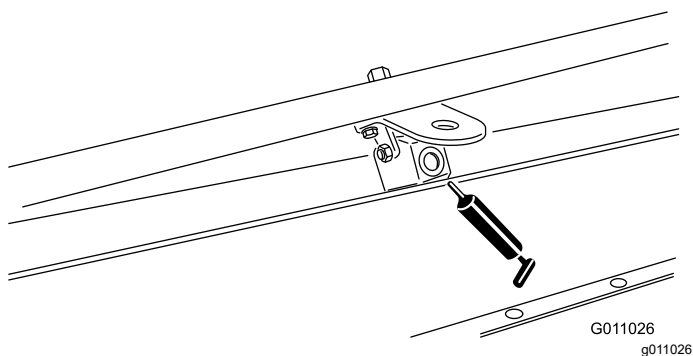

Figura 34
- Articulação da escova (2) (Figura 34)